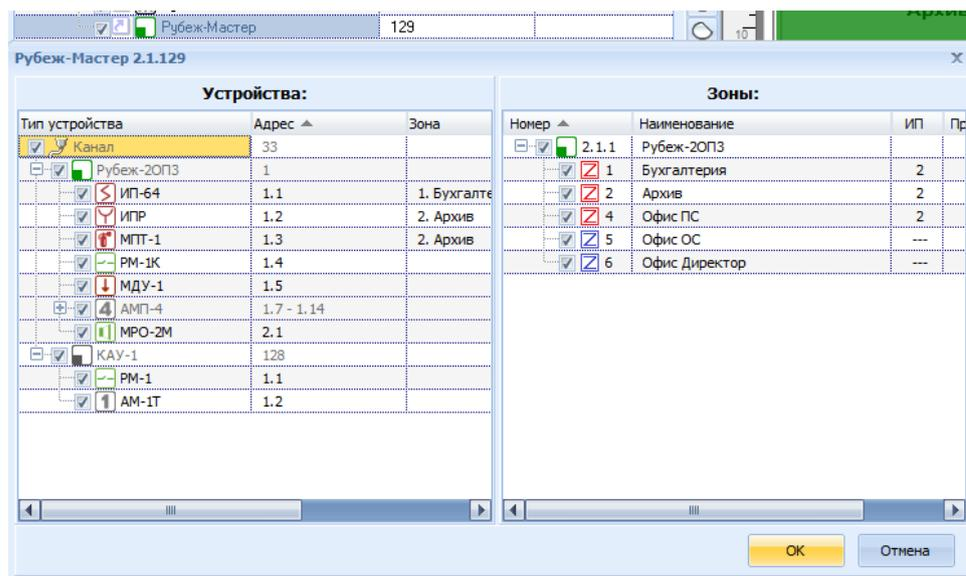

Рисунок 5.51
1) Выделить «Рубеж-2ОП» прот.Р3 в режиме «Master» в дереве устройств и выбрать пункт **Свойства** контекстного меню (рисунок 5.51).